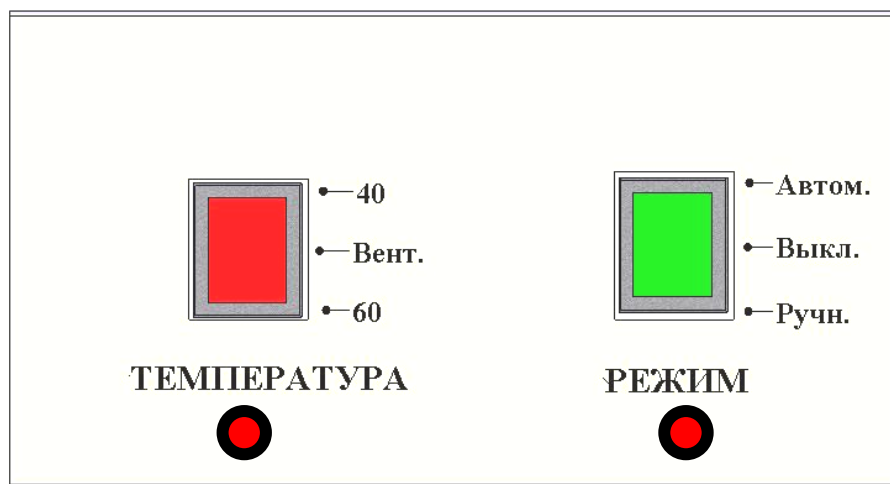

Рис. 23 Панель управления.
5.1. На рис.23 представлена панель управления шкафом с переключателями режимов работы и световыми индикаторами.